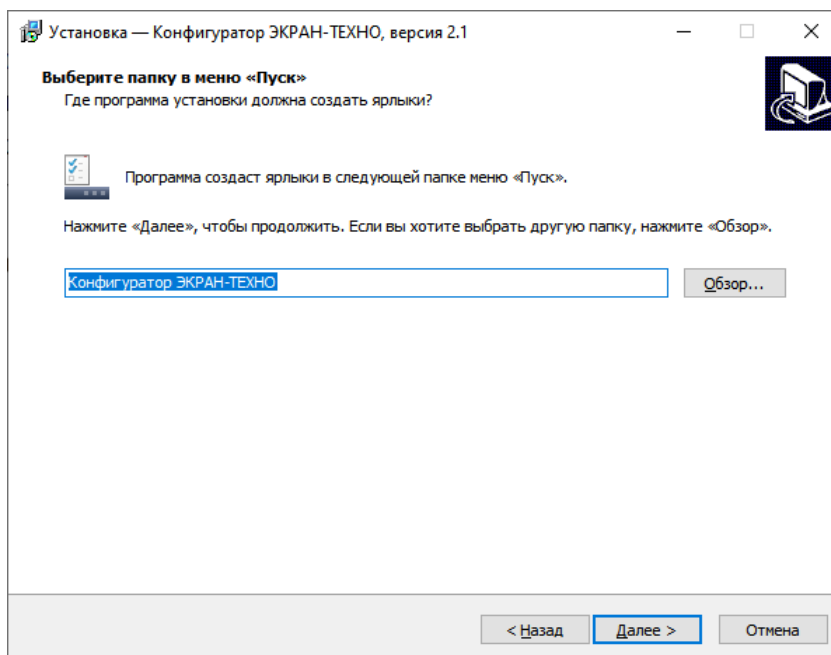

Рисунок 3.4 – Окно «Выберите папку в меню «Пуск»»
3) В окне «Выберите папку в меню «Пуск»» (рисунок 3.4) необходимо выбрать папку в меню «Пуск» нажав кнопку «Обзор». После нажать кнопку «Далее». По умолчанию в меню «Пуск» будет создана папка «Конфигуратор ЭКРАН-ТЕХНО».